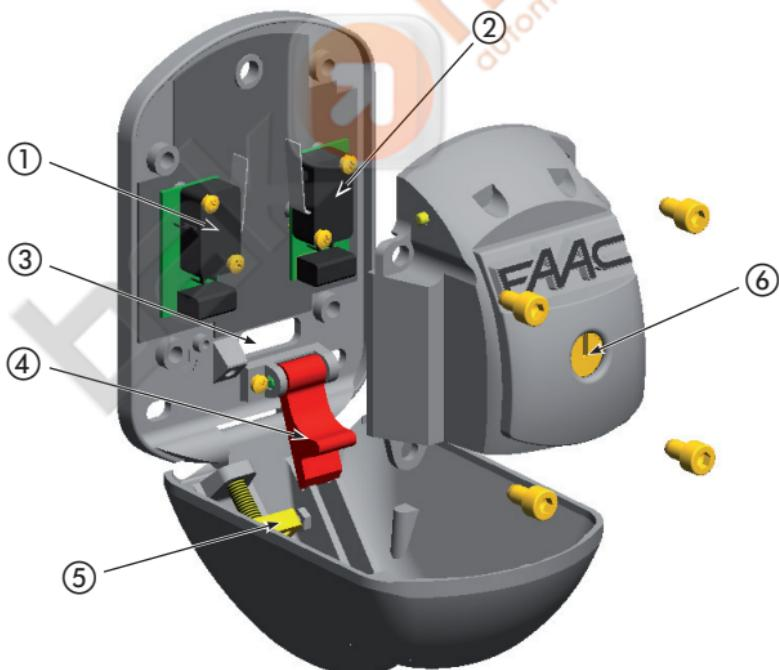

Fig. 2
Accertarsi che lo sportello del dispositivo XK 21 sia mantenuto aperto dalla Leva di Blocco rossa rif. (④) di Fig.2 prima di procedere al serraggio del cavo sul tensionatore.
| A | = azionamento micro rif. (②) in Fig.2 |
| B | = azionamento micro rif. (①) in Fig.2 |
⚠️ Make sure that the door of the XK 21 device is kept open by the red Locking Lever ref. ④ in Fig.2, before tightening the cable on the tensioning device.